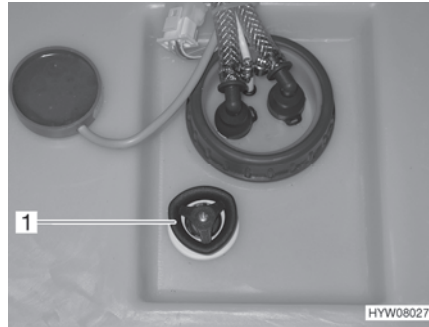

Fig. 144 Serbatoio dell'acqua con maniglia girevole
- Sul serbatoio dell'acqua ruotare la maniglia girevole (Fig. 144,1) in senso antiorario, oltre la resistenza verso l'esterno fino all'arresto, per aprire completamente l'apertura di scarico.